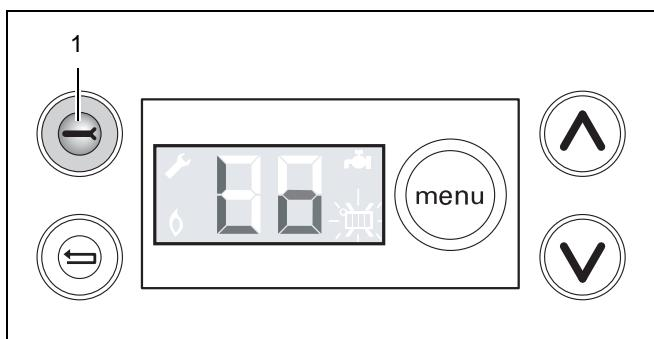

Рис. 32 DBA - режим Lo
- Установите прибор в режим "Lo", нажимая один раз на клавишу Обслуживание (рис. 32, **поз. 1**). См. меню 3: "Установки" на стр. 25.